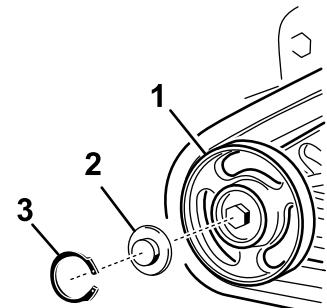

Bild 59
4. Nehmen Sie den Sprengring und die Kappe vom Straßenrad ab (Bild 59).
5. Prüfen Sie das Schmiermittel unter der Kappe und um die Dichtung (Bild 59). Wenn es schmutzig, körnig oder verbraucht ist, entfernen Sie das gesamte Schmiermittel, wechseln Sie die Dichtung aus und fügen Sie neues Schmiermittel hinzu.
7. Setzen Sie die eingefettete Straßenradkappe auf den Schraubenkopf (Bild 59).
8. Befestigen Sie die Straßenradkappe mit dem Sprengring (Bild 59).